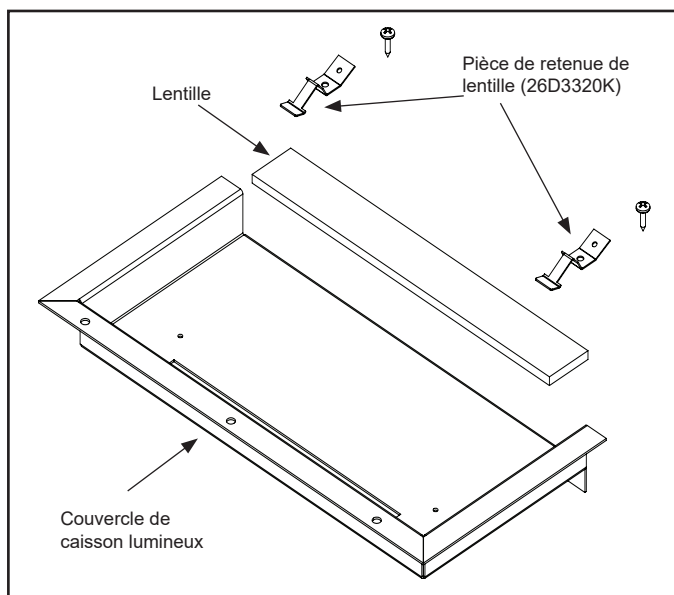

Figure 10.8 Démontage de la pièce de retenue de la lentille
4. Les lentilles d'éclairage, les supports de fixation des lentilles et les vis sont fournis dans la trousse du manuel d'utilisation. Installez les lentilles d'éclairage dans le boîtier du couvercle d'éclairage et fixez-les à l'aide des supports de retenue des lentilles et des vis, comme illustré à la figure 10.8.